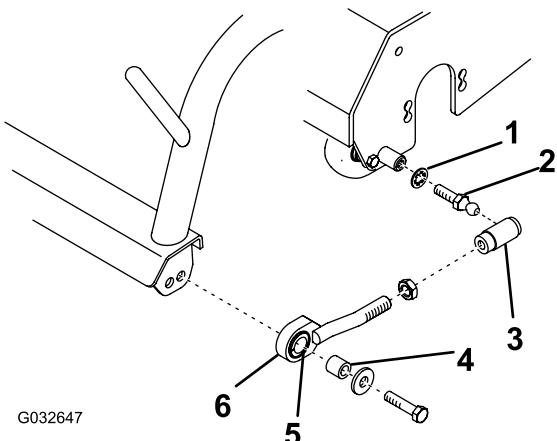
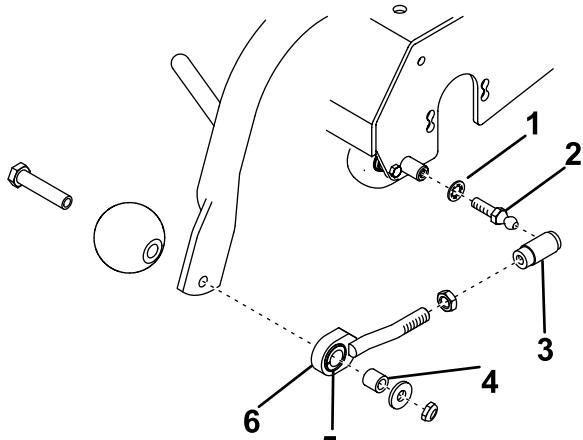

Figura 5
Figura 6
- Instale um perno esférico e uma anilha de bloqueio em cada extremidade do arranca-grampos (Figura 5 ou Figura 6).
- Monte uma porca e um recetor de junta esférica em cada conjunto articulado, conforme indicado na Figura 5 ou Figura 6.
- C. Monte um conjunto articulado de tração em cada extremidade da estrutura da carroçaria com um espaço, uma anilha e um parafuso (Figura 5 ou Figura 6).
- E. Faça deslizar a manga de volta para cada recetor da junta esférica e prenda-os nos pernos esféricos (Figura 5 ou Figura 6).